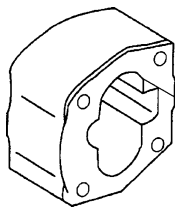

图 3-36 泵体检查
1) 泵体检查。如果泵体内腔与齿轮接触长度大于周长的 1/2，则应更换泵体，如图 3-36 所示。